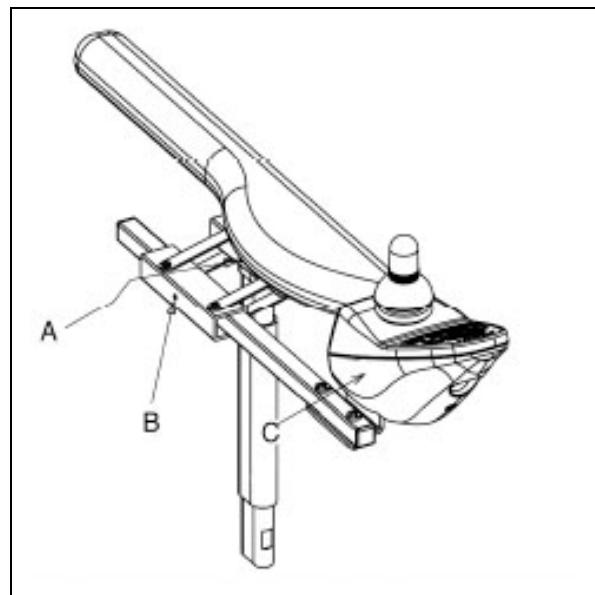

Bild 4.3
- Lossa ställskruven (B på bild 4.3) ett par varv med en sexkantsnyckel på 4mm.